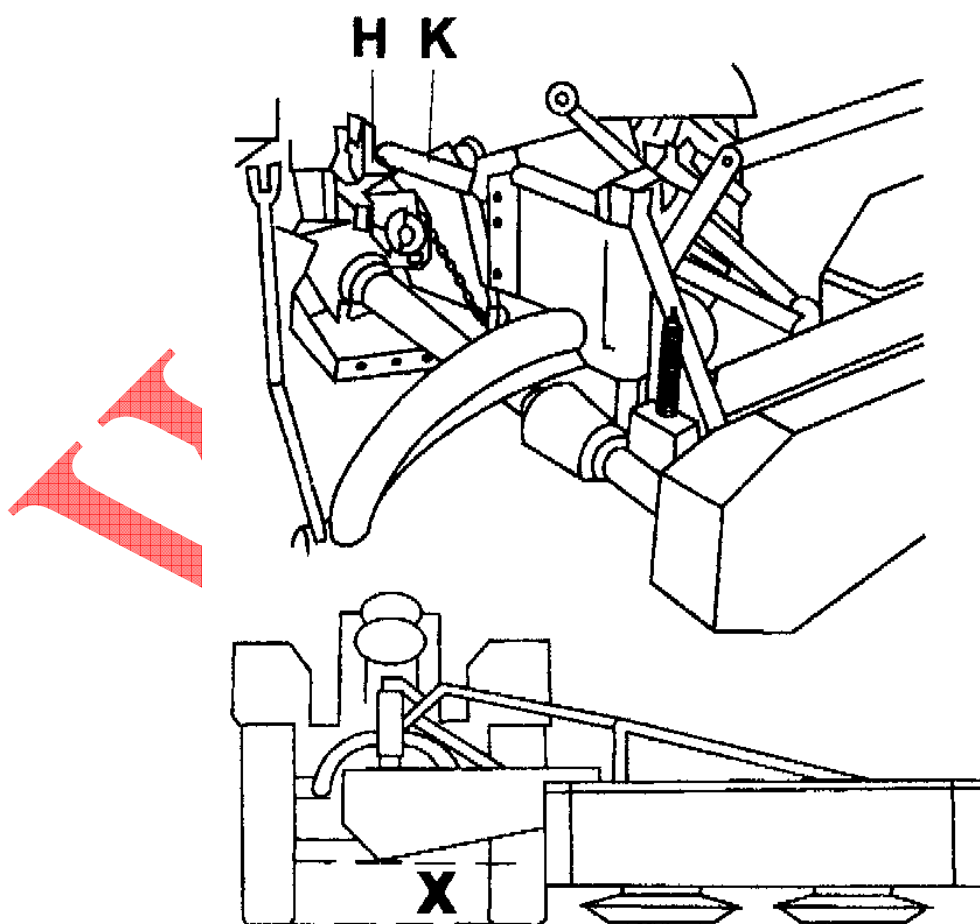

Рис. 9. Соединение косилки с трактором
Во время соединения косилки с гидравлическим подъёмником трактора (Рис. 9) крюк **Н** нужно одной стороной зацепить за соответствующее звено цепи, а другой – за неподвижный элемент приводного моста трактора таким образом, чтобы зазор **Х** при натянутой цепи составлял около 30 см в рабочем положении. Перед зацеплением крюка за соответствующее звено цепи из крюка нужно вынуть пружинный штифт 5×40, а после его зацепления штифт вставить обратно. Затем нужно отрегулировать длину верхнего соединения **К** трактора таким образом, чтобы скользящие тарелки косилки были параллельны земле.
*Рама навески* должна сохранять своё постоянное положение в течение всего периода работы, т.е. она должна находиться на такой высоте, чтобы просвет „X” (Рис. 9) составлял около 30 см.